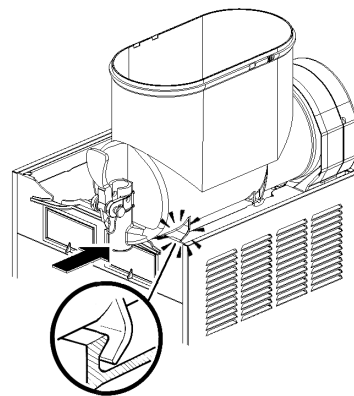

figure 16
- 7 Monter le réservoir et le pousser vers la paroi postérieure, en s'assurant qu'il s'adapte parfaitement au joint et que, en même temps, ses crochets inférieurs soient engagés dans les saillies prévues à cet effet sur le plan égouttoir (voir figure 16).